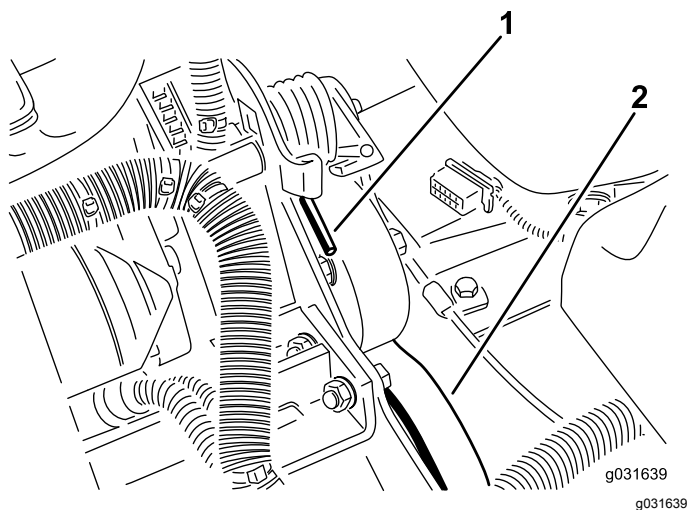

Figura 61
2. Premete l'estremità della molla e spingetela in avanti per sbloccarla dalla staffa e rilasciare la tensione della molla (Figura 61).